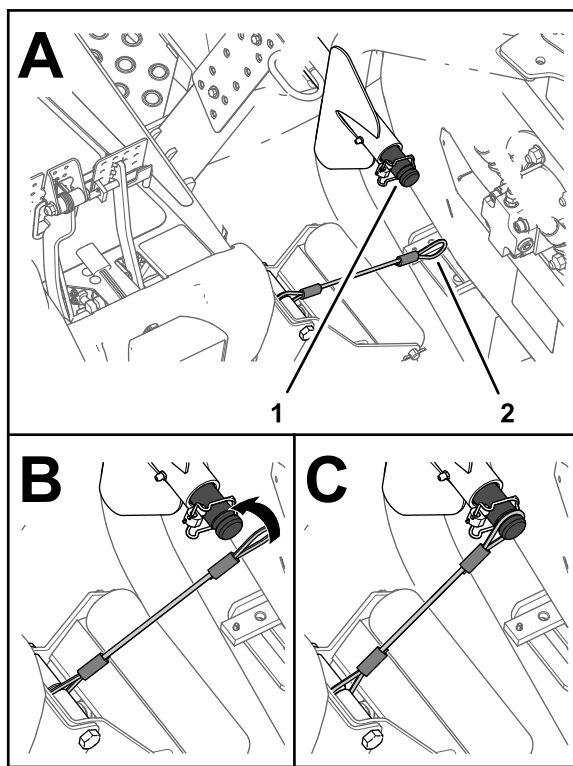

Figura 71
5. Allineate il cordino all'albero portante del braccio di sollevamento dell'apparato di taglio anteriore esterno (Figura 71).
6. Fate scorrere l'occhiello del cordino sull'albero portante fino a quando non è completamente inserito nella scanalatura sull'albero (Figura 71).